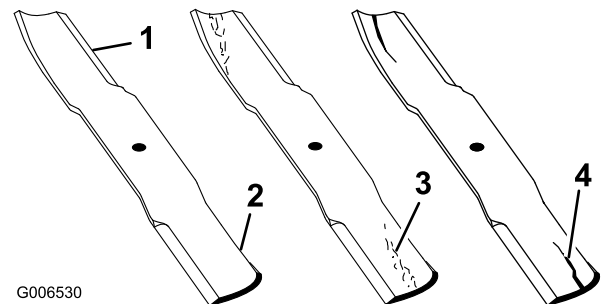

図 77
1. 刃先の部分を点検する（図 77）。刃先部分が鋭利でなかったり、打ち傷がある場合には、ブレードを外して研磨する。「ブレードの研磨」を参照。
2. ブレードを点検、特に湾曲部をていねいに点検する。破損、磨耗、割れの発生などがあれば（図 77）、直ちに新しいブレードに交換する。